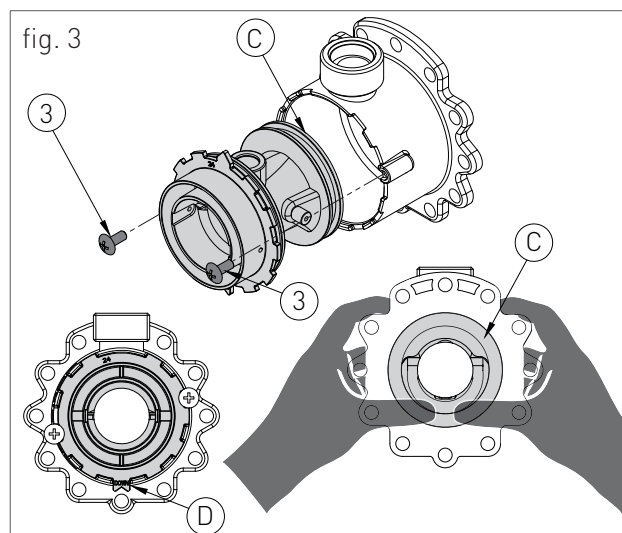

fig. 3
- › svitare le due viti '3' (fig.3) e fare pressione sul lato posteriore del venturi 'C' (fig.3);
- › sostituire il venturi con quello adatto al tipo di gas di rete (cod. 30-00170 per GPL) e assicurarsi che l'orientamento del dente 'D' (fig.3) sia verso il basso sul corpo in alluminio (vedi fig.3);